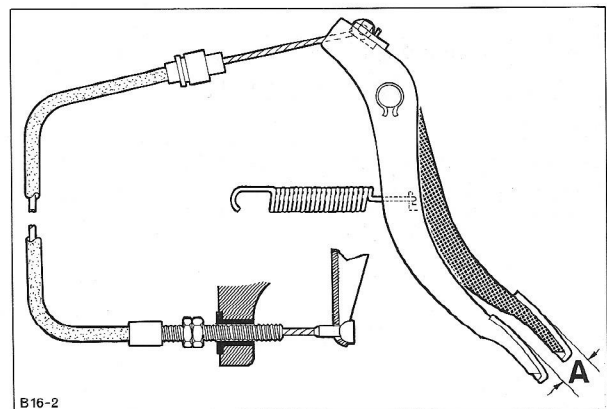

Fig.197 Vrije slag van koppelingpedaal afstellen.
7. Stel de vrije slag van het koppelingpedaal af (fig.197), zoals in Werknummer 16 713 is beschreven.